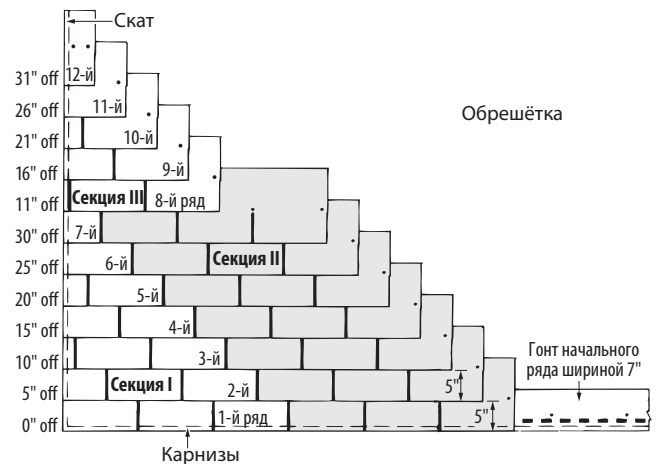

Рис. 13-9. Метод укладки с отрезанием по пять дюймов и монтажом с уступом по диагонали.
- В начале «Секции I» уложите целый гонт в левом нижнем углу крыши. Язычки гонта должны быть размещены вровень с гонтом начального ряда, и каждый гонт должен быть закреплён четырьмя гвоздями (Рис. 13-9).
ГОНТЫ «СЕКЦИИ II»: Все гонты «Секции II» оставляются целыми. Эти гонты будут уложены встык с гонтами «Секции I», с которой начинаются ряды с первого по седьмой. Закрепите все гонты обычным образом (Рис. 13-9).
- Начните укладку «Секции III» в восьмом ряду с гонта, который был обрезан с левого края на 28 см. Уложите кусок шириной 63,5 см над гонтами седьмого ряда, расположив его вровень с левым краем гонта седьмого ряда и оставив гонт седьмого ряда открытым на 12,7 см. Закрепите гонт в двух стандартных местах, а также на расстоянии 3,2 см внутрь от левого края (Рис. 13-9).
- Последующие четыре ряда, до двенадцатого ряда включительно, должны начинаться с гонта, который на 12,7 см короче, чем первый гонт предыдущего ряда. Таким образом, первый гонт девятого, десятого, одиннадцатого и двенадцатого рядов будут иметь длину 50,8 см, 38,1 см, 25,4 см и 12,7 см, соответственно. Если у вас возникли затруднения, обратитесь к схеме на Рис. 13-9. Обратите внимание, что открытый участок гонта в каждом ряду должен составлять 12,7 см. Закрепите гонт в стандартных местах и на расстоянии 3,2 см от каждого края. Уложите ряды по всей длине крыши с помощью целых гонтов.